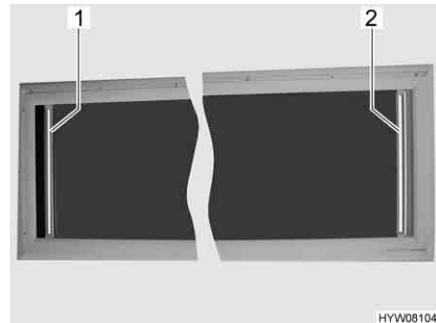

Fig. 55 Finestra apribile sul tetto
- Afferrare la tendina oscurante pieghevole (Fig. 55,2) per la parte centrale della barra di presa, estrarla e rilasciarla nella posizione desiderata. La tendina oscurante pieghevole rimane in questa posizione.
- Afferrare la tendina oscurante pieghevole (Fig. 55,2) per la parte centrale della barra di presa e spingerla lentamente nella posizione iniziale.
- Afferrare la zanzariera a rullo per la parte centrale della barra di presa (Fig. 55,1) ed estrarla, fino a quando non si trova in contatto con la tendina oscurante pieghevole (Fig. 55,2).
- Tirare la barra di presa (Fig. 55,1) della zanzariera a rullo dietro, verso l'alto, e sganciare dalla barra di presa della tendina oscurante pieghevole.